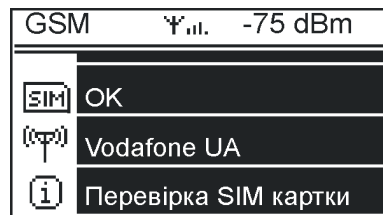

Рис. 5.7 – Приклад індикації стану GSM модему на головній сторінці
5.6.3 Якщо в параметрах контролера (P104, табл. 5.10) встановлено підключення GSM модему для передачі даних, то в структуру головної сторінки індикації додається ще один екран – «GSM» (рис. 5.7). Опис роботи з GSM модемом у п. 5.11.2.